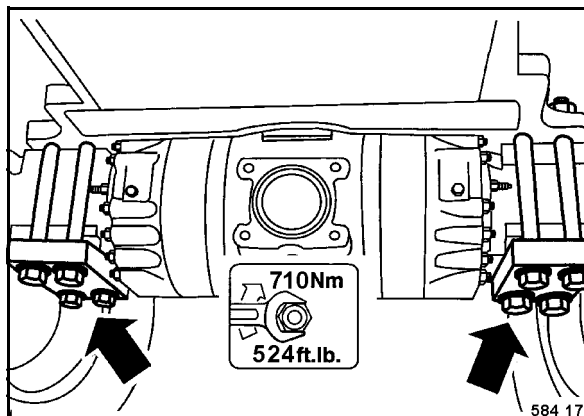

Fig. 199
- Comprobar todas las tuercas de fijación de los bulones de sujeción del eje (Fig. 199) por asiento fijo.